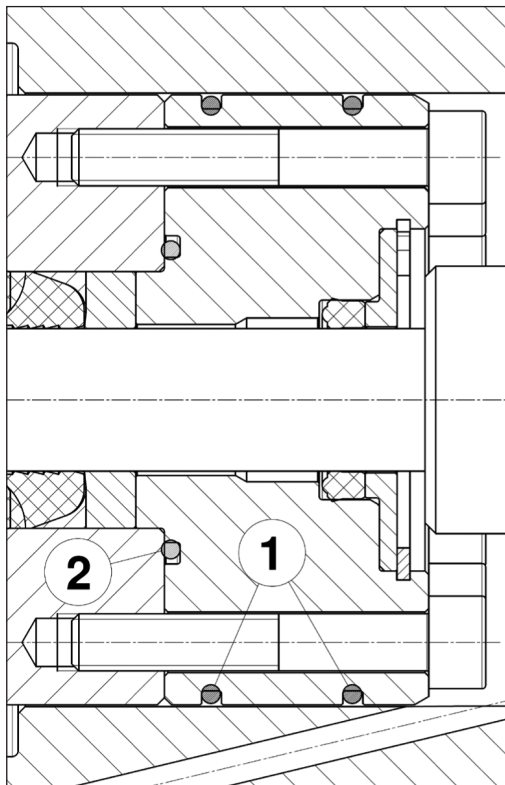
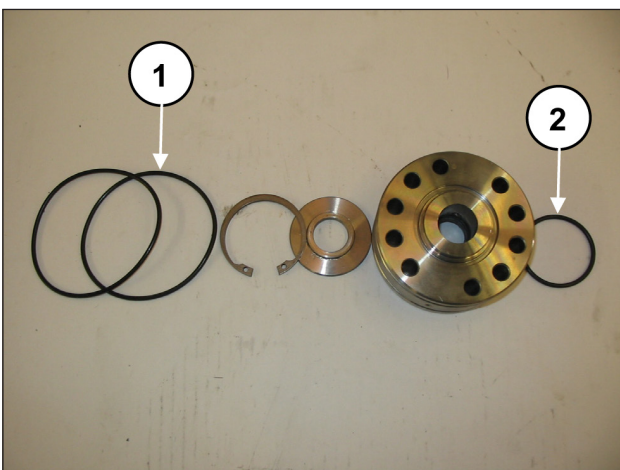

Abb. 141
Abb. 142
Bauen Sie den Dichtungshalter (Abb. 141 und Abb. 142) ein und tauschen Sie die Bauteile ① und ② aus.